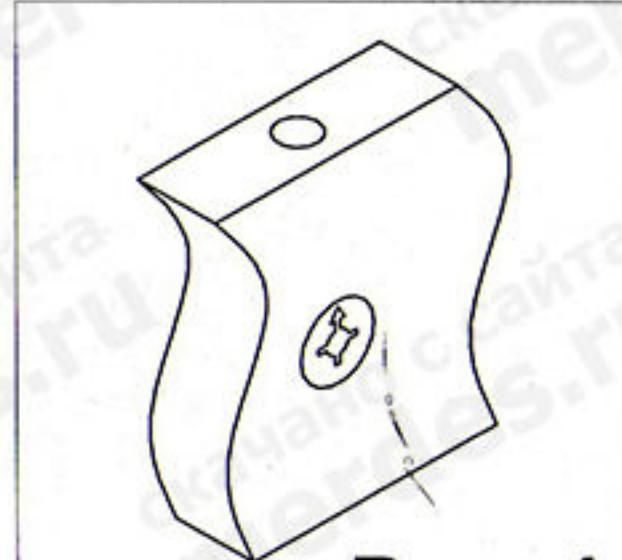
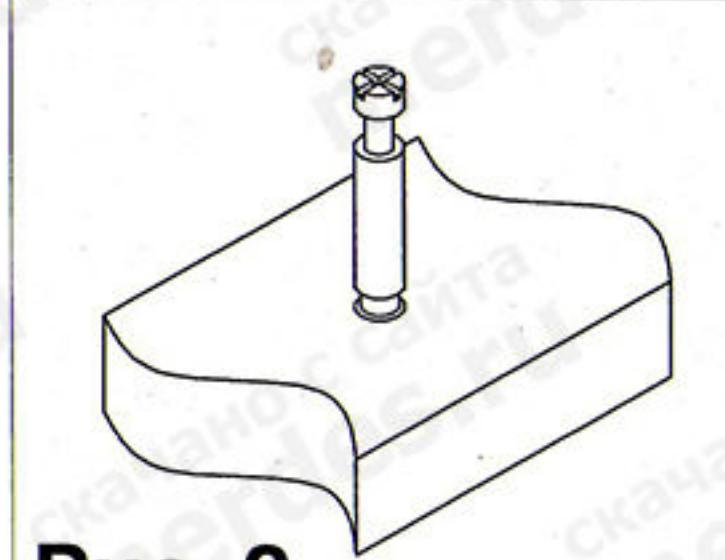

Рис. 1
Рис. 2
1. Прикрутить к деталям 1 и 2 направляющие (7), при помощи евровинтов (8). Вставить стяжки-растекс (3) в детали 1, 2, 4 (см. рис.1) Соединить боковины 1 и 2 с стенкой задней 22 при помощи евровинтов (2) . Забить шканты (1) в торцевые отверстия деталей 1, 2, 4 и соединить их с полкой 3. Фиксацию этих деталей произвести при помощи евровинтов (2) Аналогичным образом установить деталь 5. Закрутить в муфты на деталях 7 и 8 дюбеля стяжек-растекс (4) (см. рис.2) и соединить их с каркасом .Фиксацию стяжек-растекс (3) произвести путем поворота их по часовой стрелке.
Взять стенку заднюю выдвижного ящика 16 и забить в соответствующие отверстия шканты (1). Соединить боковины ящика 14 и 15 с задней стенкой 16. Фиксацию производить при помощи евровинтов (6). Далее положить каркас ящика на заднюю стенку 16 и забить шканты (1) в соответствующие торцевые отверстия на боковинах ящика 14 и 15, и вставить стяжки растекс (11) (см.рис.1). После этого вставить дно ящика 23 в пазы на каркасе ящика, таким образом, чтобы дно ящика 23 вошло в паз на стенке задней ящика 16. Далее закрутить в переднюю панель ящика 17 в имеющиеся муфты дюбеля стяжек-растекс (4). Соединить переднюю панель ящика 17 с каркасом. Фиксацию произвести путем поворота стяжки (11) по часовой стрелке. Далее к передней панели 17 прикрепить ручку. Аналогичным образом собрать остальные ящики.